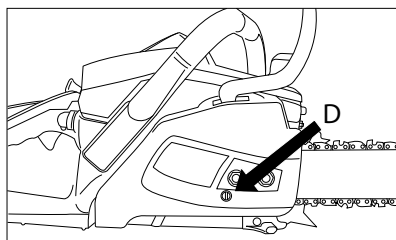

Fig. 11
- Slăbiți piulițele de fixare a șinei (capacul protector și maneta de frână), rotiți bolțul de reglare (D) după acele de ceasornic pentru a întinde lanțul. Pentru a micșora tensionarea lanțului rotiți bolțul de reglare (D) contra acelor de ceasornic. Verificați că lanțul este amplasat pe întreg perimetrul lamei de ghidare (Fig. 11).